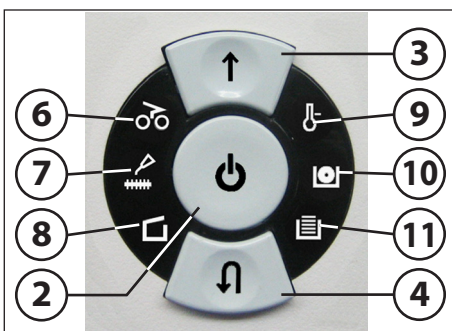

Fig. 1
**4 = Botão de retrocesso (Fig. 1)**
**6 = Indicador de controlo (Fig. 1)**
#### 7 = Indicador de controlo (Fig. 1)